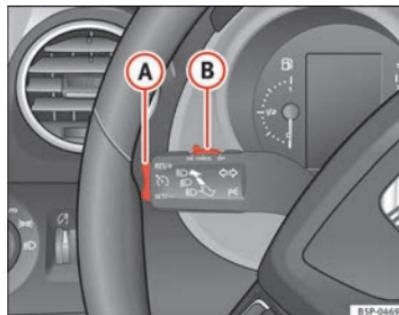

Fig. 149 Alavanca das luzes indicadoras de mudança de direcção e dos máximos: comando e botão basculante para o regulador da velocidade ▶
- Quando se tiver alcançado a velocidade que se quer programar, premir brevemente a parte inferior do botão basculante **SET/-** ⇒ fig. 149 **A** uma vez.